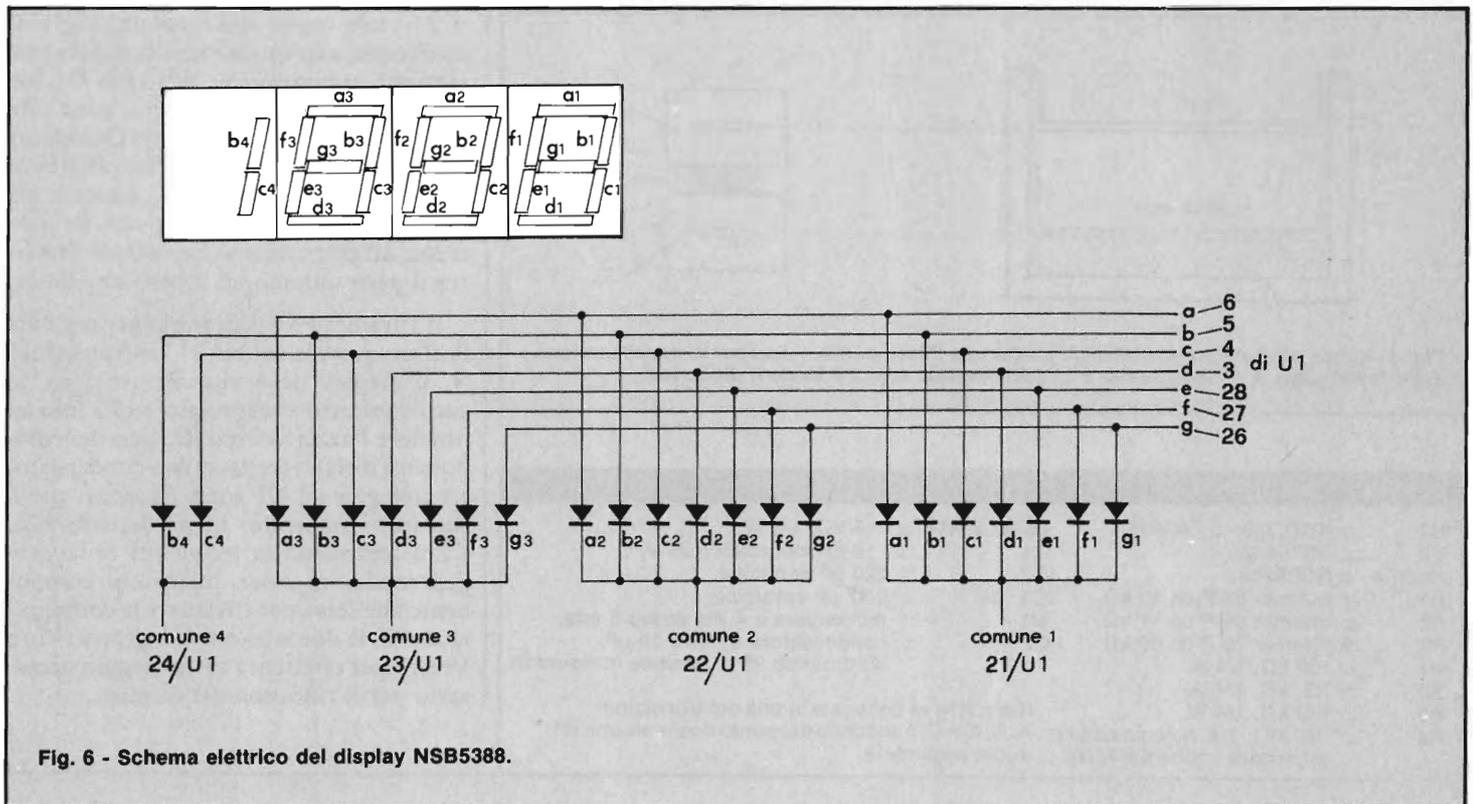

Fig. 6 - Schema elettrico del display NSB5388.
- i sette segmenti di ognuno sono comuni ai restanti, quindi tutti in parallelo, e collegati all'integrato tramite delle resistenze da $47\ \Omega$ che limitano le correnti su ogni segmento (vedi Fig. 6);